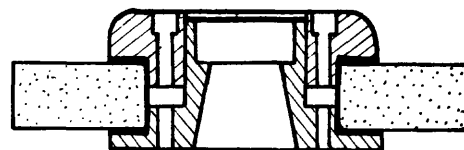

Fig. 3
- c Coloque el platillo superior (fig. 3).